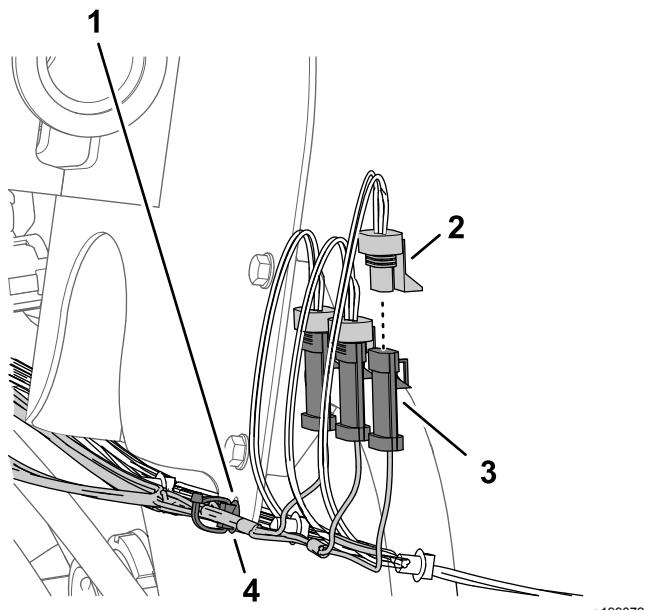

Figura 84
2. Collegate il connettore a 3 pin del cablaggio preassemblato del kit indicato come IRRORAZIONE CENTRALE al connettore a 3 prese del cablaggio preassemblato della macchina indicato come VALVOLA DI IRRORAZIONE CENTRALE (Figura 84).
3. Collegate il connettore a 3 pin del cablaggio preassemblato del kit indicato come IRRORAZIONE DESTRA al connettore a 3 prese del cablaggio preassemblato della macchina indicato come VALVOLA DI IRRORAZIONE DESTRA (Figura 84).
4. Inserite il dispositivo di fissaggio a spinta del cablaggio preassemblato del kit nel foro della flangia della staffa del flussometro (Figura 84).
1. Collegate il connettore a 3 pin della diramazione di 89 cm del cablaggio preassemblato indicato come IRRORAZIONE SINISTRA al connettore a 3 prese del cablaggio preassemblato della macchina indicato come VALVOLA DI IRRORAZIONE SINISTRA (Figura 84).